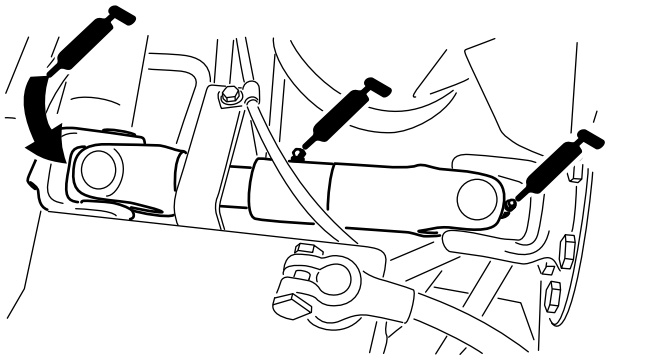

Figura 71
- Giunto ad U del semiasse fra motore e pompa (3)–Figura 71